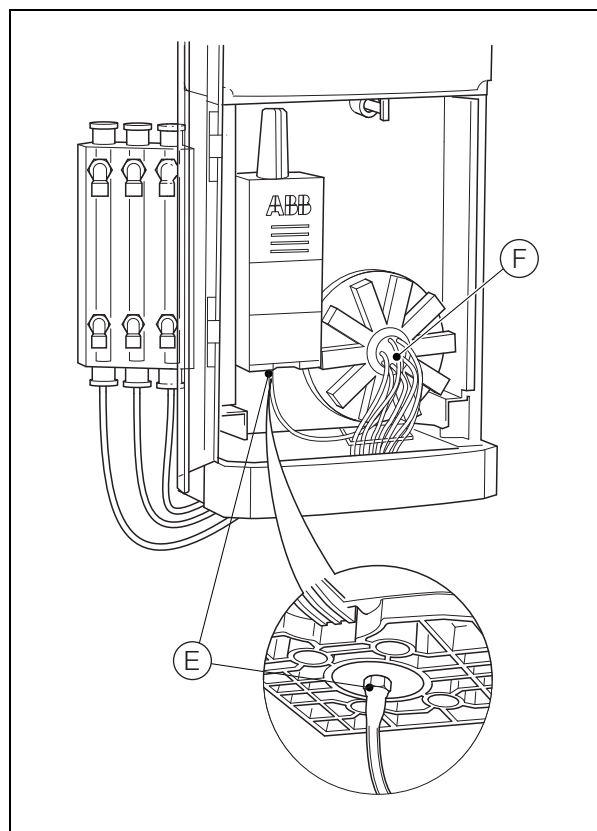

Abb. 13.6 Austauschen der Verbindungsleitung
3. Siehe Abb. 13.6:
- Trennen Sie das Verbindungsrohr (festgehalten in Abschnitt 13.3.4, Schritt 4a) vom Anschluss (E) an der Basis der Messzellenbaugruppe, und entsorgen Sie es.
- Setzen Sie die neue Verbindungsleitung am Mittelanschluss (F) des Ventilblocks ein.
*In dieser Phase darf die Leitung noch nicht an den Anschluss (E) angeschlossen werden.*
2. Schließen Sie die neue Verbindungsleitung wie in Abb. 13.6 gezeigt an den Anschluss (C) am Unterteil der Messzellen-Baugruppe an.